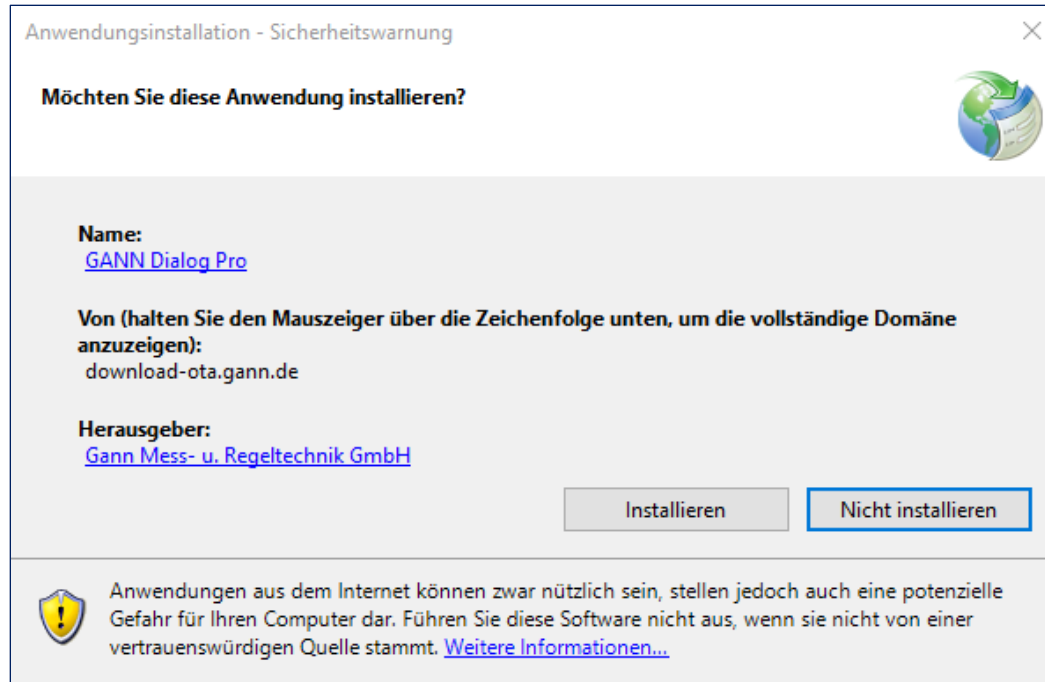

Abbildung 1-2: Software-Installation
- Klicken Sie auf die Schaltfläche "Installieren", wie in Abbildung 1-2 dargestellt.